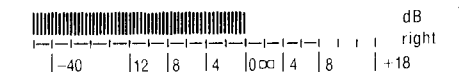

Fig. 17
5. A ce moment, vérifier que le segment -40 dB s'obscurisse (luminosité intermédiaire entre pleine luminosité et extinction: voir Fig. 17).